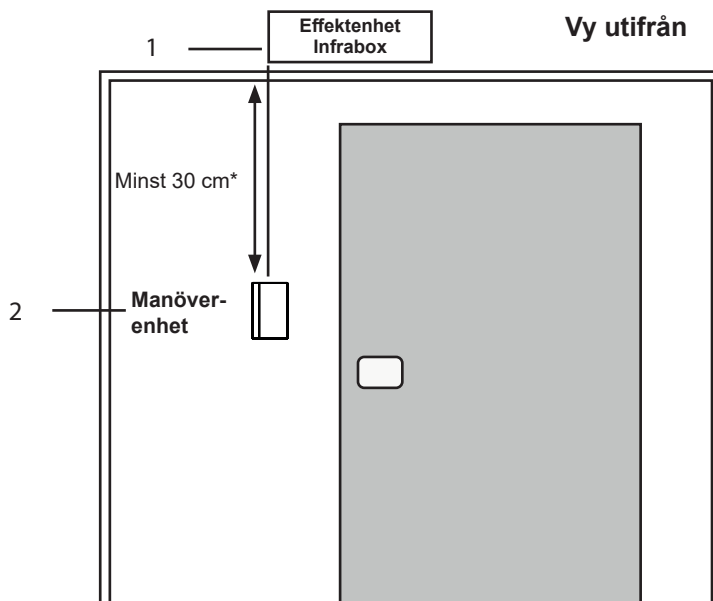

Bild 2: Position manöverenhet
Montera IR-styrenhetens manöverenhet 2 på kabinens yttervägg med ett avstånd på max. 10 meter till effektenheten 1 (se bild 2). Använd t.ex. en konventionell sticksåg för att såga upp urtaget till manöverenheten. Manöverenheten kan monteras både i kabinen och utanför kabinen.
* Vid montering inuti en IR-kabin måste avståndet till kabinens tak vara minst 30 cm (se Bild 2: Position manöverenhet på sidan 11).